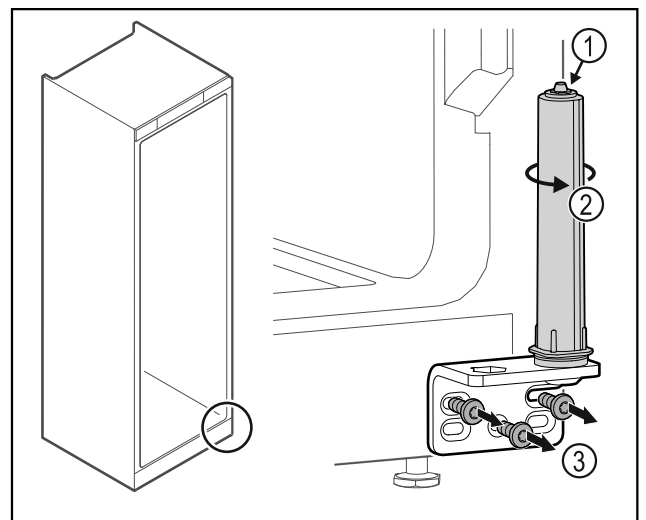

Fig. 31
- ▶ Älä pura oven sulkuyksikköä Fig. 31 (1).
- ▶ Kierrä sulkuyksikköä Fig. 31 (2), kunnes se naksahdaa.
- ▶ Irrota saranakulman ruuvit Fig. 31 (3).